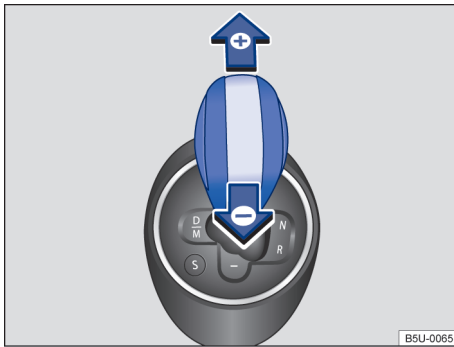

Fig. 88 Alavanca seletora na posição para condução de marcha no modo manual.
- Mover a alavanca seletora para frente ou para trás para engatar as marchas altas ou baixas → Fig. 88.